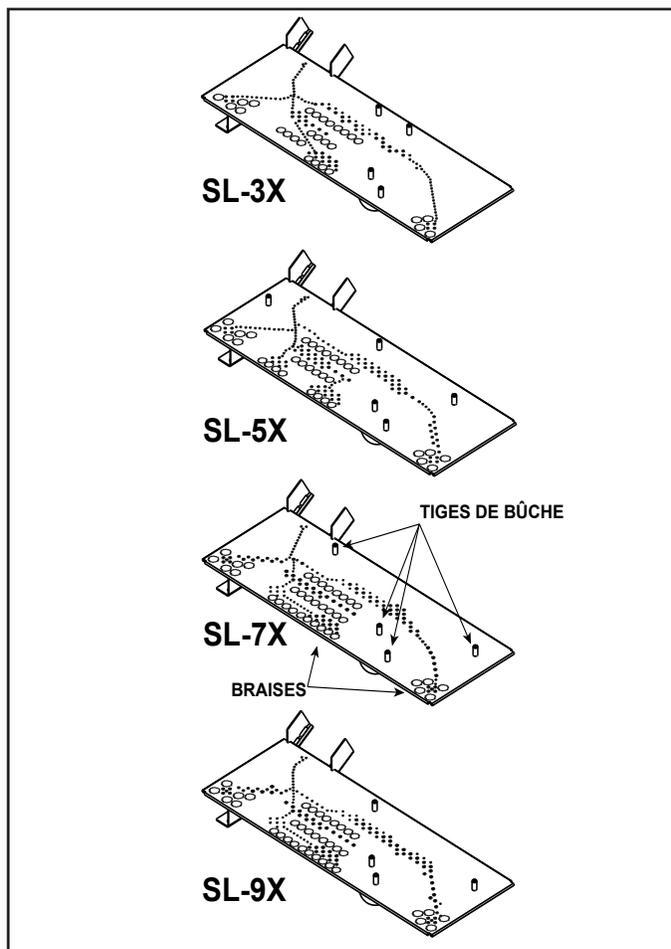

Figure 1. Emplacements de la tige de la bûche et des Glowing Ember
La taille et disposition générale du module du brûleur dans la boîte à feu sont très similaires entre chacun des jeux. Cependant, chaque dessus de brûleur comporte différentes configurations d'orifices et de tiges de bûche. Voir la figure 1 pour l'emplacement des tiges de bûche.
- La bûche arrière gauche, la bûche arrière droite et la bûche du petit brûleur utilisent les orifices du côté au bas, correspondant aux tiges de bûche sur le brûleur. Consultez les figures 1 et 2.
3. Retirez les Glowing Embers® de l'emballage et installez les braises comme il est indiqué à la figure 1. Attention à ne pas placer les braises directement sur les orifices et à éviter l'excès.